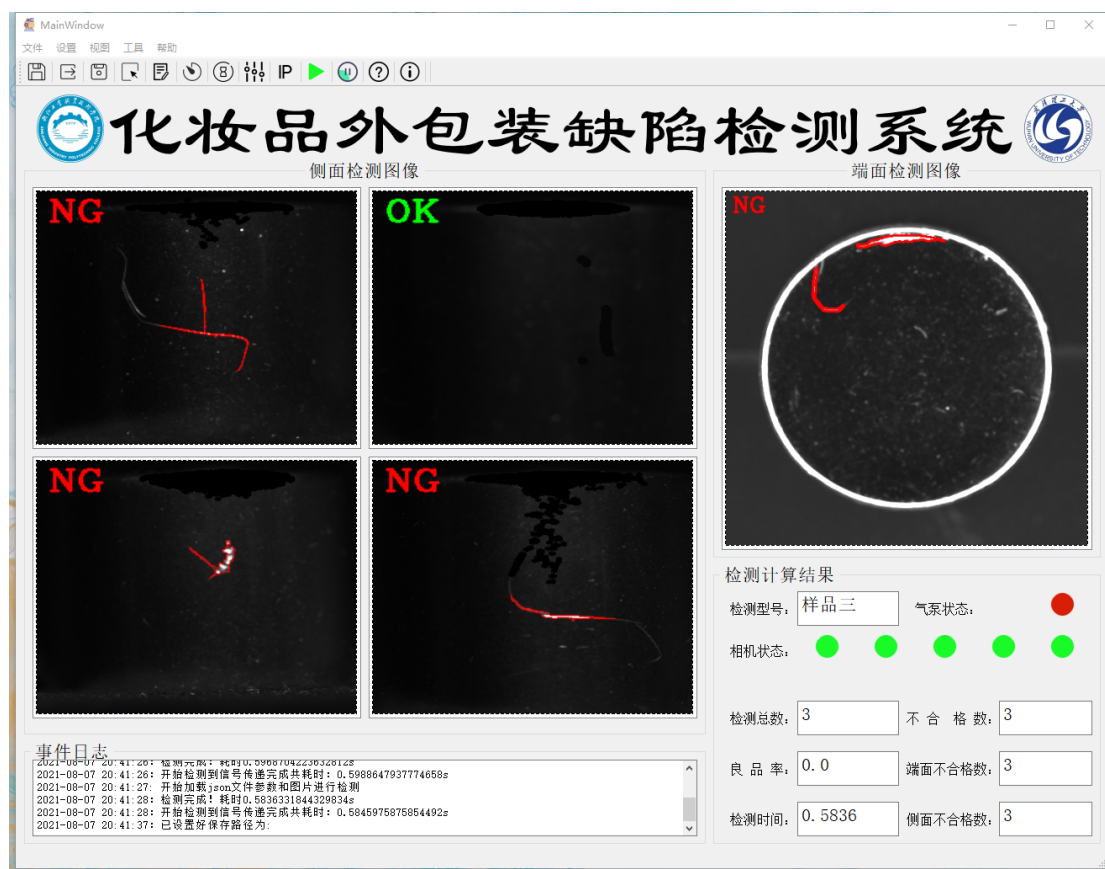

图 7 检测过程中的软件页面
第三步：开始检测。点击区域①中的  按钮开始检测，等待 1s 左右页面弹出图像即为开始检测。可以在区域④中查看硬件运行状态，在区域⑤中可以查看零件的“检测时间”以及“良品率”等信息，如果检测过程中需要暂停则点击区域①中的  按钮即可以实现暂停，如需要重新开始则先点击  按钮然后再点击  按钮即可继续进行检测。检测过程中的页面如图 7 所示。